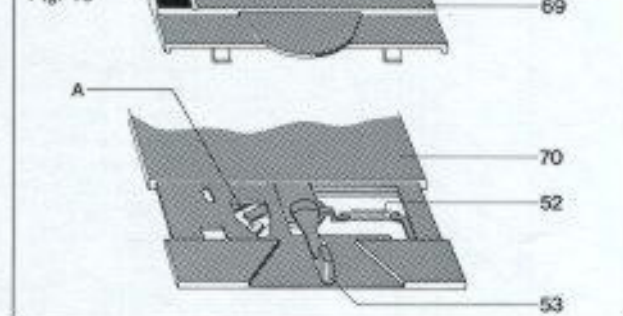

Fig. 17
Bei auf der Stütze befindlichem Tonarm kann mit dem Exzenter (B) der Abstellpunkt (Abstellbereich $\phi 116 - 122$ mm) verändert werden. Der Exzenter ist durch die in der hinteren Abdeckung befindliche Bohrung erreichbar. Schaltet das Gerät zu früh oder nicht ab, so ist der Exzenter (B) entsprechend nach rechts oder links zu drehen (Fig. 17).